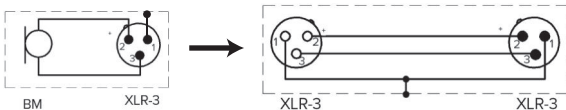

рис. 7
2. Присоедините микрофон к гнезду XLR-3 микшерного пульта, микрофонного усилителя или блока питания микрофонным кабелем XLR-3 (рис. 7).